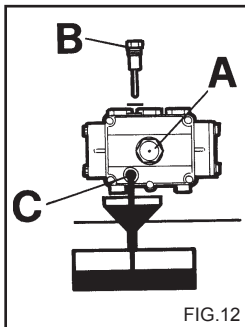

FIG.12
- 2) Dévisser le bouchon de la tige de contrôle de niveau (fig. 12).